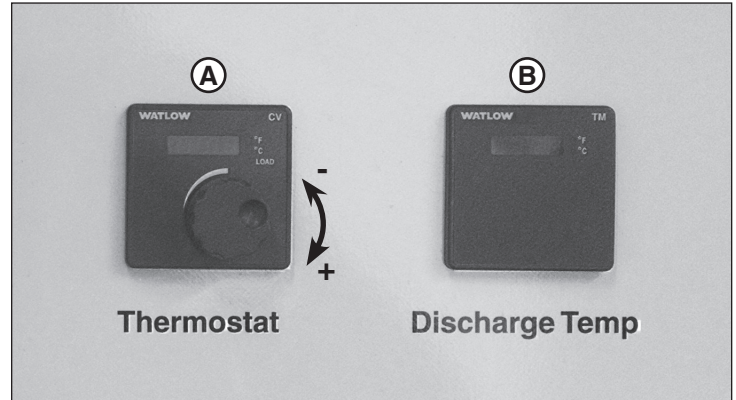

Figura 21
3. Ajuste el termostato (A, Figura 21) en el ajuste de temperatura más bajo (10 °C).
7. Monitoree la temperatura de descarga (B, Figura 21). Según la temperatura ambiente del aire, puede tardar varios minutos para que la temperatura de descarga aumente a la temperatura objetivo.